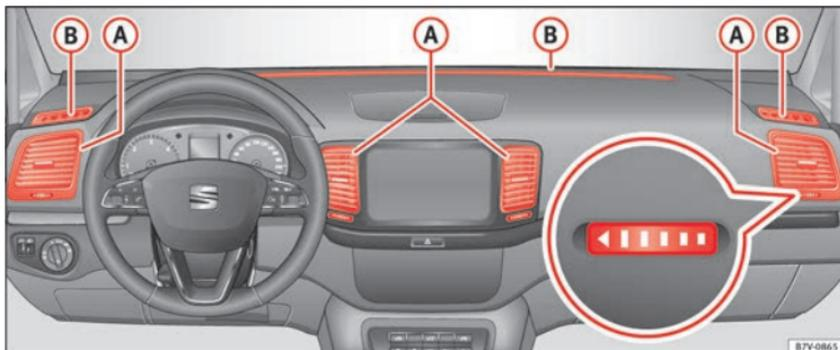

Fig. 196 Difusores de ar no painel de instrumentos.
Para garantir o aquecimento, refrigeração e ventilação dentro do habitáculo, nunca fechar totalmente os difusores de saída do ar » **Fig. 196 (A)**.